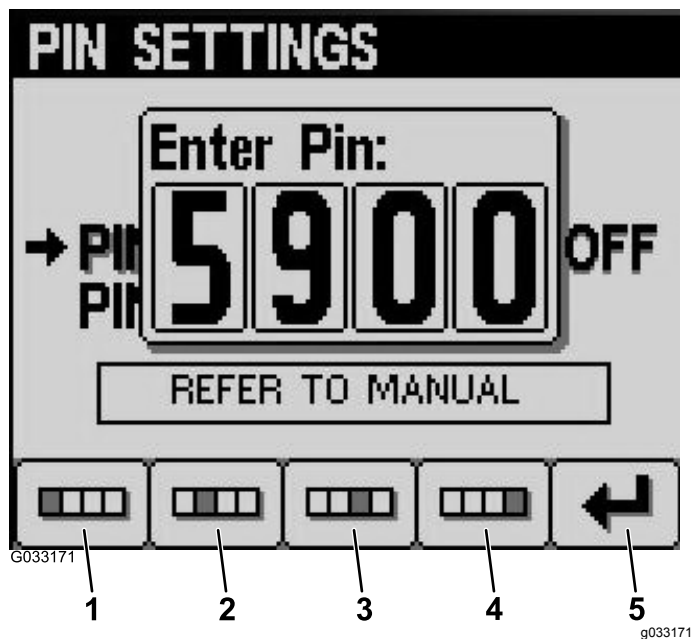

Figure 23
6. Saisissez le code PIN par défaut 5900 dans l'écran Enter PIN (saisie du code PIN) en utilisant les boutons 1 à 4 pour sélectionner les chiffres et appuyez sur le bouton n° 5 pour confirmer (Figure 23).